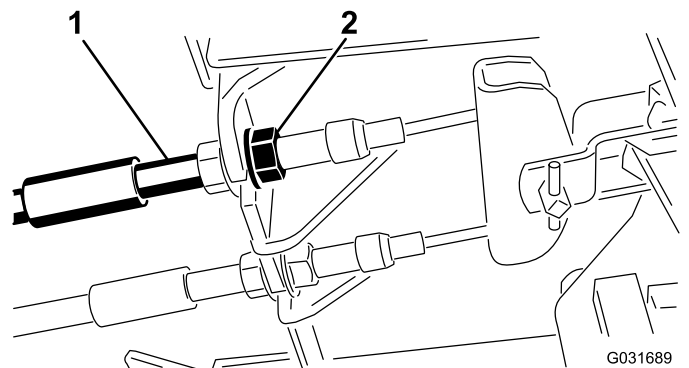

Figura 52
1. Para reduzir a folga dos pedais dos travões, aperte os travões desapertando a porca dianteira que se encontra na extremidade rosca do cabo dos travões (Figura 52).